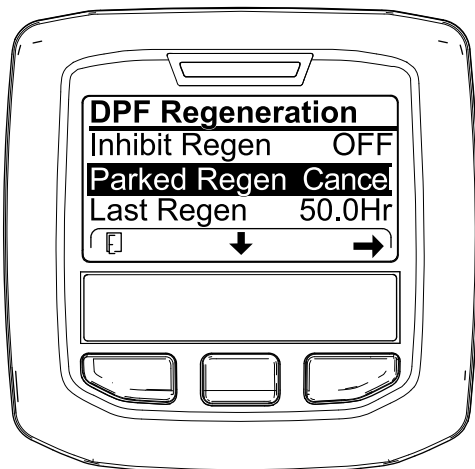
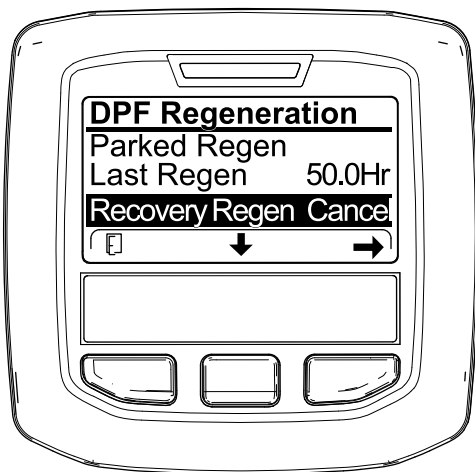

Bild 61
Bild 62
1. Zugreifen auf das Menü für die Regenerierung des Dieselpartikelfilters (Bild 61)
2. Drücken Sie die mittlere Taste, um auf die Option PARKED REGEN. CANCEL (Bild 61) oder RECOVERY REGEN. CANCEL zu navigieren (Bild 62).
3. Drücken Sie die rechte Taste, um den Eintrag „Regen. Cancel“ auszuwählen (Bild 61 oder Bild 62).